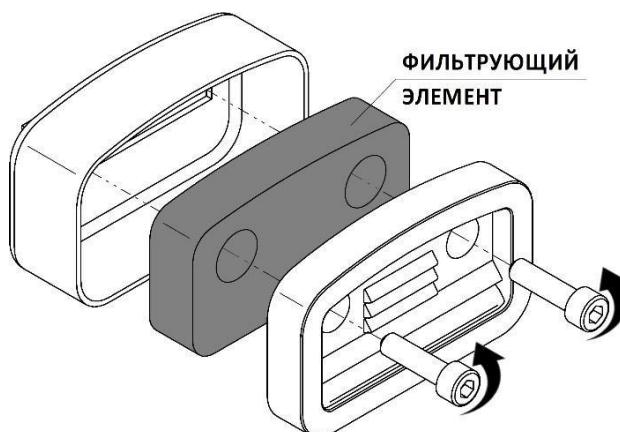

Рисунок 14
□ Снимите крышку воздушного фильтра (рисунок 14), вывернув винты; заменяйте воздушный фильтр (фильтрующий элемент) (рисунок 11). Для этого выполните следующие действия: